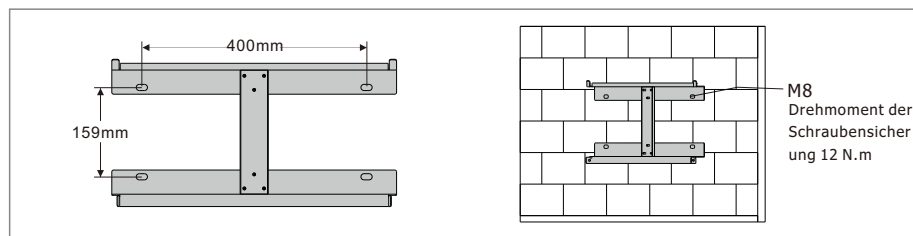

Abbildung 3.4-1 Montage der Aufhängeplatte des Wechselrichters
Schritt 1. Bitte verwenden Sie die Halterung als Schablone, um 4 Löcher an den richtigen Stellen zu bohren (10 mm Durchmesser und 80 mm Tiefe). Verwenden Sie die M8-Dehnschrauben aus dem Zubehörkasten und befestigen Sie die Halterung mit einem 12-mm-Schrauber fest an der Wand. Die Installation der Wechselrichterunterstützung ist in Abbildung 3.4-1 dargestellt.